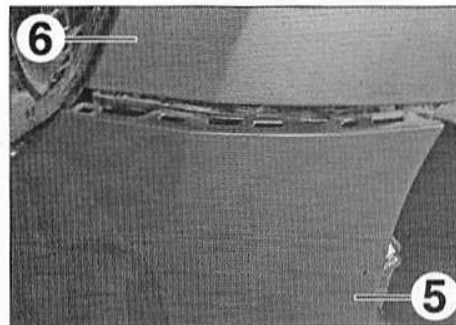

FIG.67
- Dégraffer le bouclier (5) de l'aile avant (6) (Fig.67).